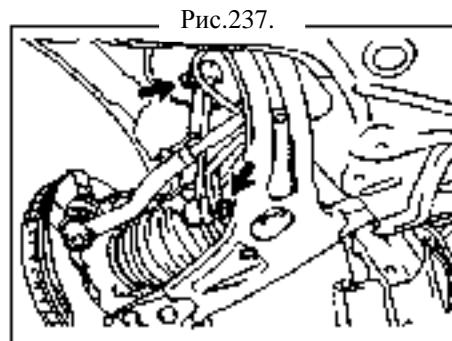

Рис.237.
6. Снимите переднее левое крепление стабилизатора [64000097] (рис.237).